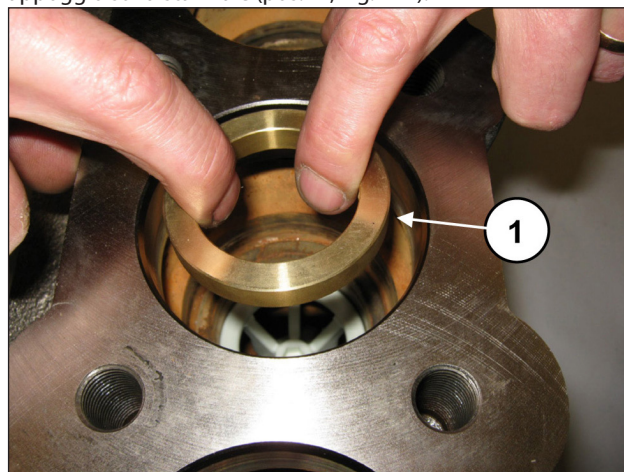
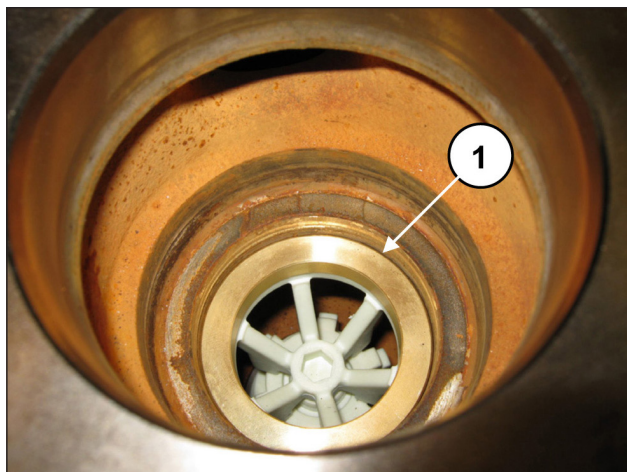

Fig. 121
Fig. 122
Inserire l'anello distanziale sede valvola (pos. ①, Fig. 121), in appoggio sul distanziale (pos. ①, Fig. 122).